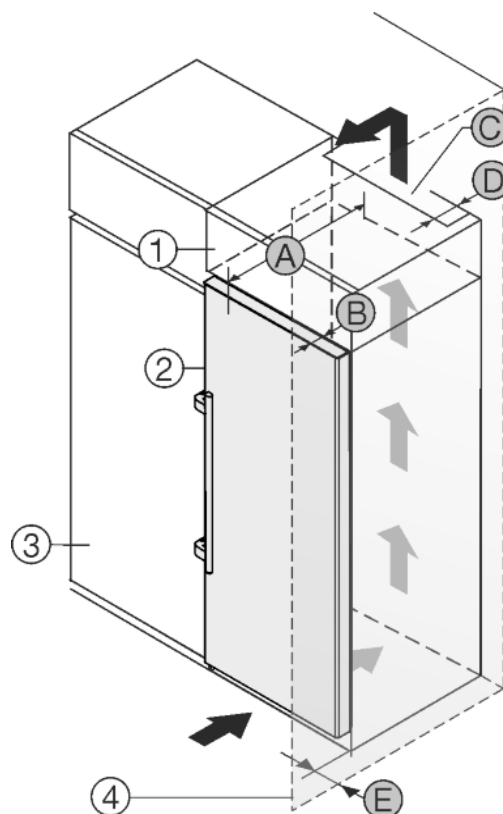

Fig. 23
Urządzenie może zostać obudowane szafkami kuchennymi. Aby dopasować urządzenie Fig. 23 (2) do wysokości ciągu szafek kuchennych, można nad urządzeniem umieścić szafkę nasadzaną Fig. 23 (1).
Urządzenie można ustawić bezpośrednio obok szafki kuchennej Fig. 23 (3). By móc całkowicie otworzyć drzwi, urządzenie musi wystawać przynajmniej o głębokość Fig. 23 (B) za front szafki kuchennej. W zależności od głębokości szafek kuchennych oraz od zastosowania elementów dystansowych urządzenie może wystawać jeszcze bardziej.
- Na tylnej ścianie szafki nasadzonej wymagany jest wywiewny kanał wentylacyjny o głębokości Fig. 23 (D) na całej szerokości szafki.
- Pod sufitem pomieszczenia należy zachować przekrój odpowietrzający Fig. 23 (C).
Jeżeli urządzenie będzie ustawiane z zawiasami do ściany Fig. 23 (4), to pomiędzy urządzeniem i ścianą należy zachować odstęp Fig. 23 (E). Na taką odległość wystaje klamka przy otwartych drzwiach.